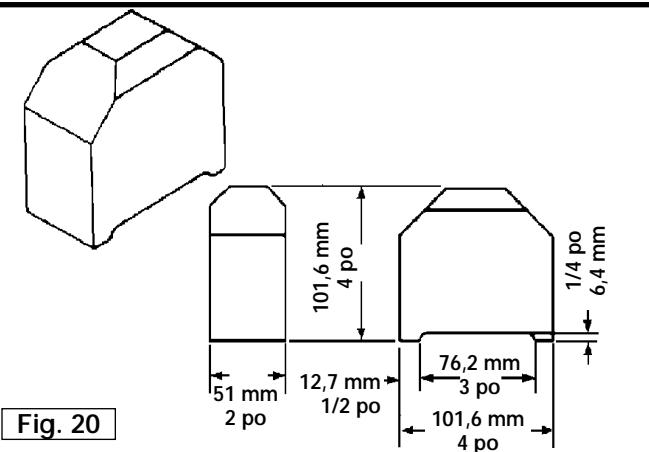

Fig. 20
- Pour vérifier et régler le cylindre de sortie, réaliser une cale étalon en bois dur. Utiliser les mesures fournies à la fig. 20.